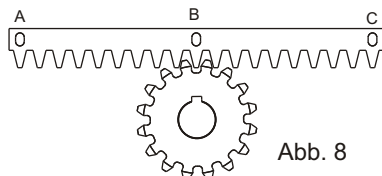
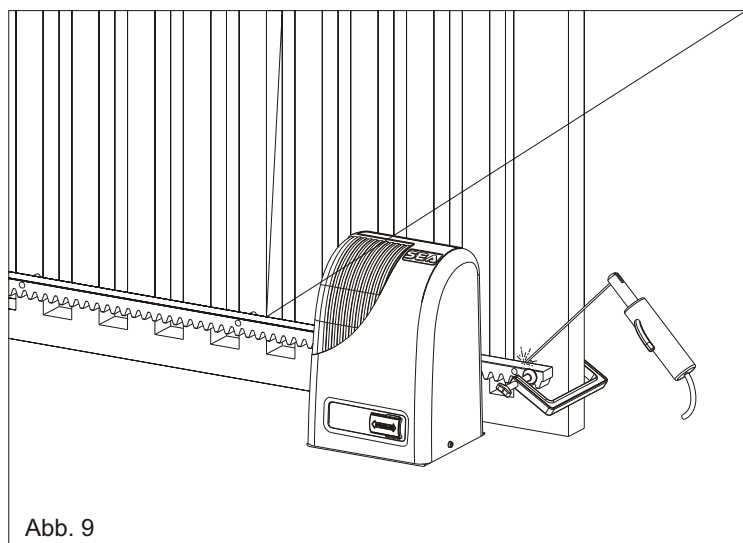

Abb. 8
Abb. 9
5.3. Das Zahnstangenglied an das Ritzel des Antriebs anlehnen, sodass es parallel zum Bodengleis des Tores steht und wie in Abb. 8 positionieren. Anschließend die Hauptklinge B an das Torgerüst mit einem elektrischen Schweißbrenner anschweißen (Abb. 9). Die Klinge C durch manuelle Verschiebung des Tores auf Höhe des Ritzels bringen und anschweißen. Nach Verlegung der Klinge A auf Ritzelhöhe, den gleichen Vorgang wiederholen;